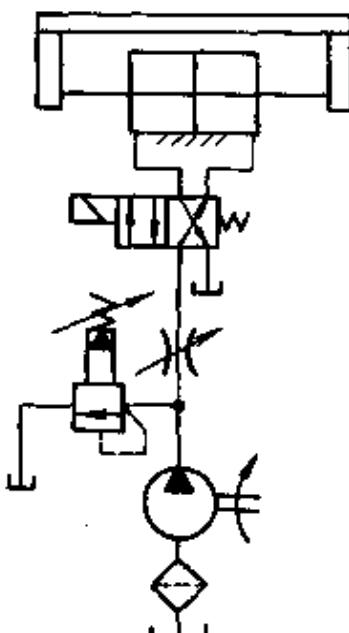

图 7-15 进口节流
答：(1) 进口节流调速回路 是将节流阀串联在液压泵和液压缸(或液压马达)之间(见图 7-15)，通过调节节流阀的通流面积可改变进入液压缸的流量，从而调节执行元件的运动速度  $v$ 。